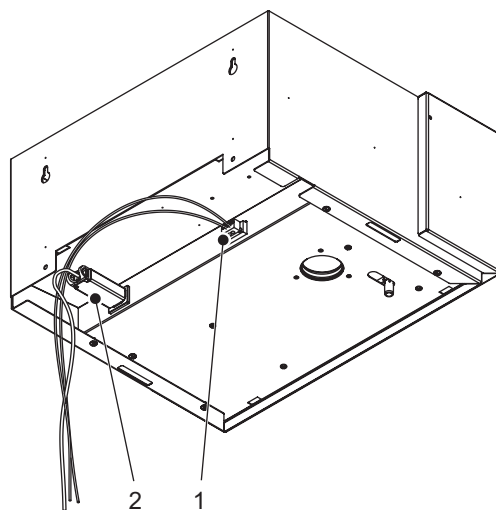

Figure 17 : Connexions électriques de l'unité de ventilation
- a. Enfiler le câble de raccordement au réseau et le câble de la boucle de sécurité (fourni) à la prise appropriée sur l'arrière de l'unité de ventilation (fourni). Consulter la Figure 17.